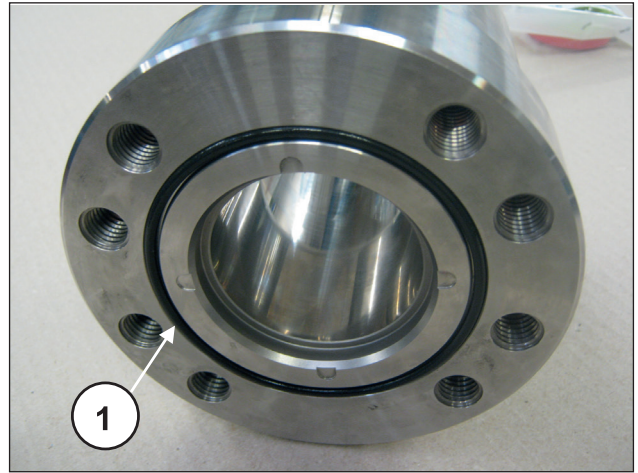
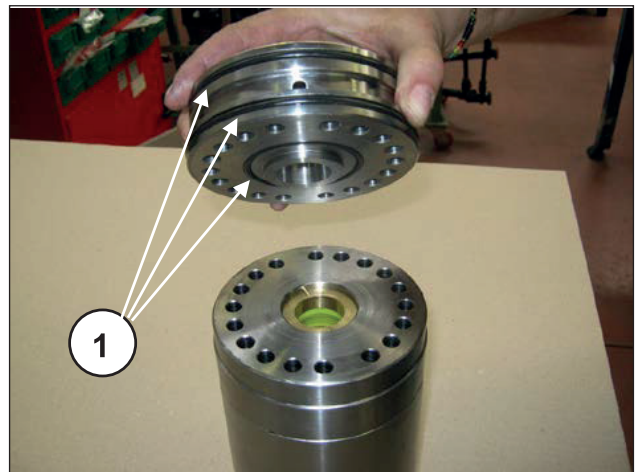

Fig. 179
Fig. 180
Em cada inspeção das válvulas, troque os anéis de estanqueidade e os respectivos anéis circulares de estanqueidade dianteira entre a camisa e o cabeçote (pos. ①, Fig. 179), e seu suporte da junta L.P. frontalmente na área do furo de recirculação (pos. ①, Fig. 180). Antes de remontar, limpe e seque os vários componentes e todos os respectivos alojamentos no interior do cabeçote.